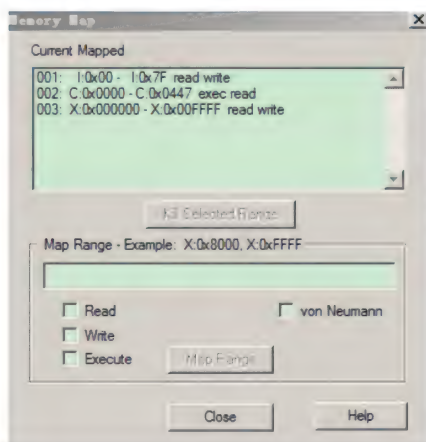

图 4.35 存储器镜像设置窗口
- 设置存储器空间镜像：选择 Debug | Memory Map 命令弹出如图 4.35 所示的存储器镜像设置窗口。窗口中的 Current Mapped 栏显示所有已被设置的存储器空间镜像，选中其中某一项并单击“Kill Selected Range”按钮，将删除选定的存储器空间镜像，删除后用户程序不能对该部分存储器进行操作，否则将会报 access violation 错误。